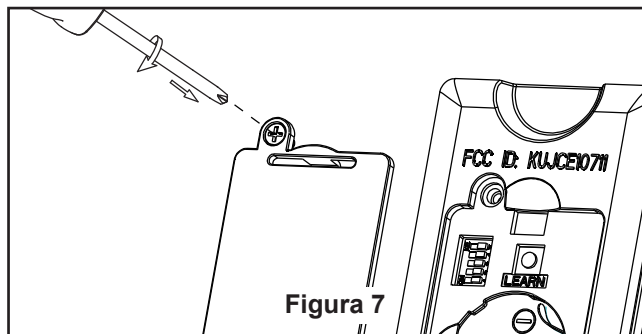

Figura 7
9. Vuelva a colocar la cubierta de la batería en el mando a distancia con un tornillo retirados previamente. (Figura 7)
7. Seleccione su router WiFi e introduzca la contraseña WiFi para conectarse a su receptor WiFi fanSync. Tardará 1 - 2 minutos en conectarse. Una vez que su receptor WiFi se haya conectado, ahora puede nombrar su ventilador de techo en la App y personalizar sus ajustes. (Figura 7)